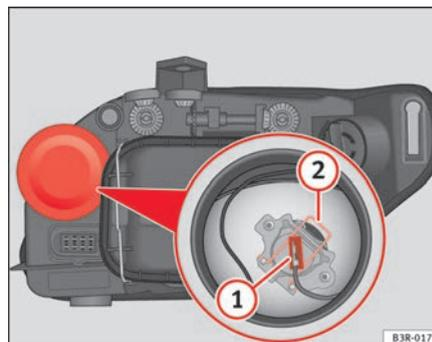

Fig. 192 Feux de route
- Retirez le connecteur ⇒ fig. 192 (1) de l'ampoule.
- Appuyez sur le ressort ⇒ fig. 192 (2) vers l'intérieur et vers la droite.